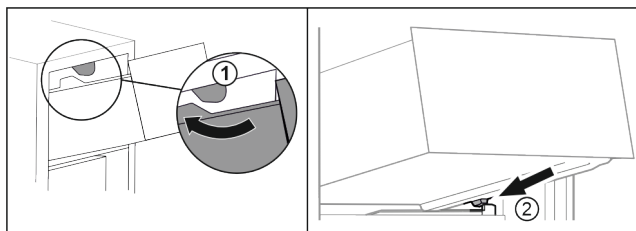

Fig. 23
- ▶ Far passare il cassetto sui fermi superiori. Fig. 23 (1)
- ▶ Applicare il cassetto inclinandolo dietro i fermi inferiori sulla nervatura del contenitore. Fig. 23 (2)